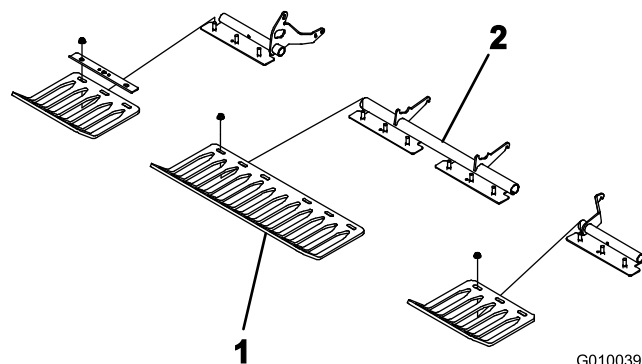

Figura 23
3. Montate le protezioni del tappeto erboso sulle relative staffe con 4 fascette delle protezioni e 12 dadi flangiati (Figura 23). Non serrare i dispositivi di fissaggio.
Nota: Le fascette delle protezioni del manto erboso e i dadi flangiati sono spediti fissati alle staffe (Figura 23).